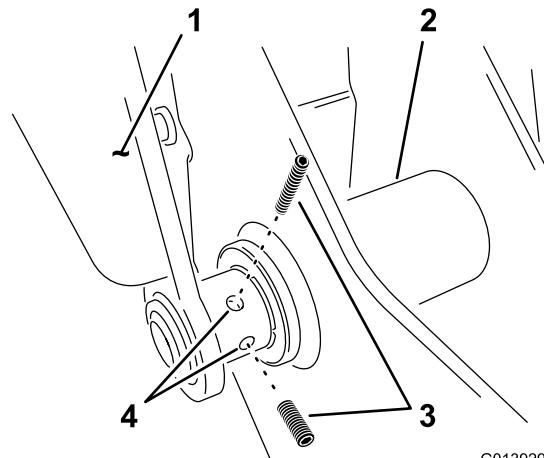

Figura 6
17. Instale um parafuso no braço esquerdo no ponto inferior da dobradiça (Figura 6).